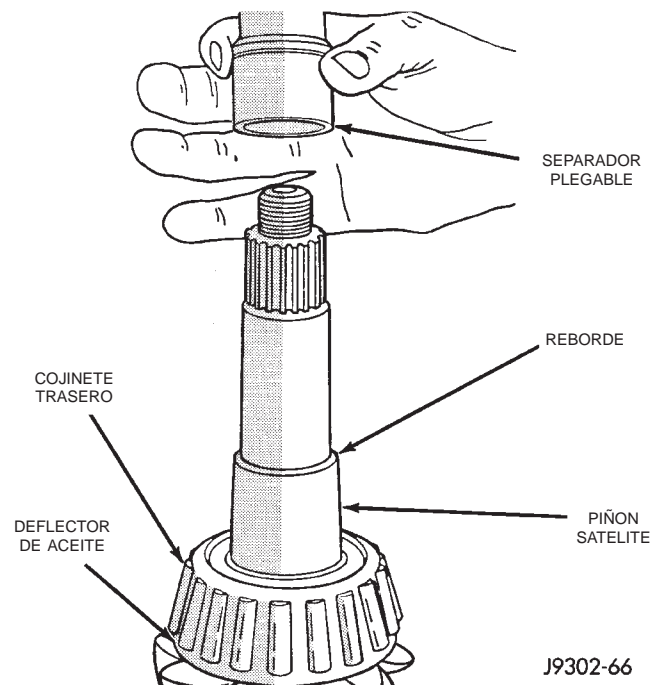

Fig. 56 Separador plegable de ajuste previo
(9) Coloque un nuevo separador plegable de ajuste previo en el eje del piñón e instale el piñón satélite en el cárter (Fig. 56).
(10) Instale el piñón satélite en el cárter.